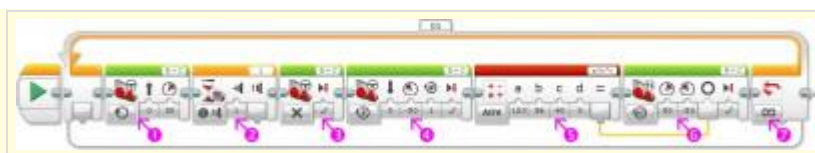

Рис. 10
1. Включаем моторы для прямолинейного движения вперед (Рис. 10 поз.1)
2. Ожидаем нажатия датчика касания (Рис. 10 поз.2)
3. Выключаем моторы (Рис. 10 поз.3)
4. Отъезжаем немного назад (Рис. 10 поз.4)
5. Расчитываем значения параметра для поворота робота вправо на 90 градусов (диаметр колес робота равен 56 мм (образовательная версия конструктора)) (Рис. 10 поз.5)
6. Поворачиваем вправо на 90 градусов (Рис. 10 поз.6)
7. Пункты 1 - 6 повторяем в бесконечном цикле (Рис. 10 поз.7)